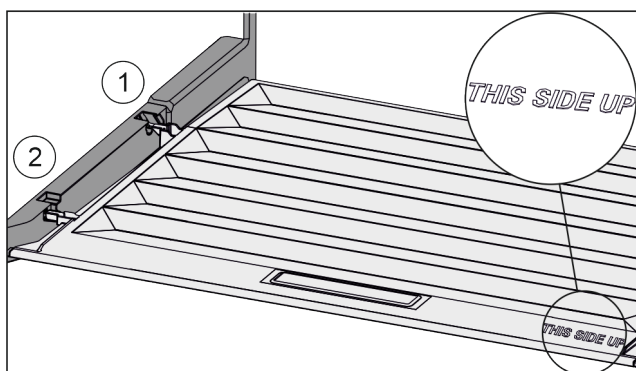

Fig. 55
- ▶ Vie kannen korokeosa takimmaisessa kiinnittimessä Fig. 55 (1) olevan aukon kautta sisään ja kiinnitä se edessä kiinnittimeen Fig. 55 (2).